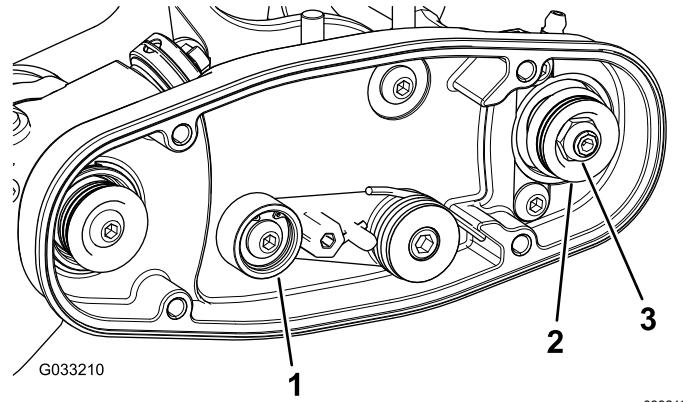
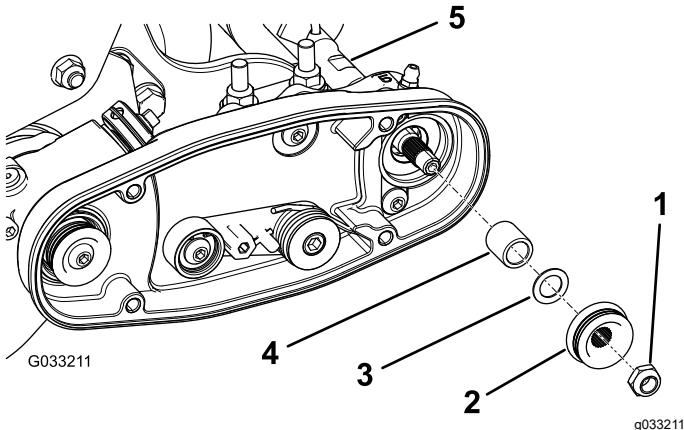

图 23
图 24
1. 从动皮带轮位于滚筒刷轴可以自由出入 图 23。
2. 旋转滚刀会带动驱动皮带轮旋转把皮带从驱动皮带上撬下来 图 23。
3. 卸下将从动皮带轮固定至刷轴的锁紧螺母 图 23 或 图 24。
4. 从轴上卸下从动皮带轮 图 24。
5. 如果皮带轮需要移出可添加 0.8mm 厚的垫圈 图 24。